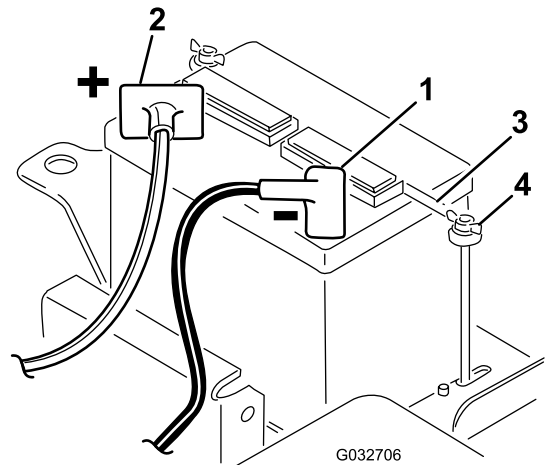

Figura 5
2. Ligue o cabo positivo da bateria (vermelho) a partir do solenóide de arranque ao pólo positivo (+) da bateria (Figura 5). Prenda com um parafuso de carroçaria e uma porca. Certifique-se de que o cabo deixará espaço para o banco, na posição mais para trás, o que poderá causar desgaste ou danificar o cabo.
5. Instale a braçadeira da bateria bem como as anilhas e fixe-as com as porcas (Figura 5).